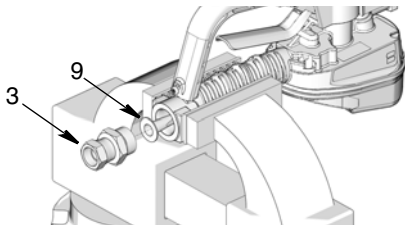

FIG. 2
2. Montare il filtro (9) e il raccordo (3) nell'aspirazione (FIG. 2). Utilizzare una chiave per serrare il raccordo.